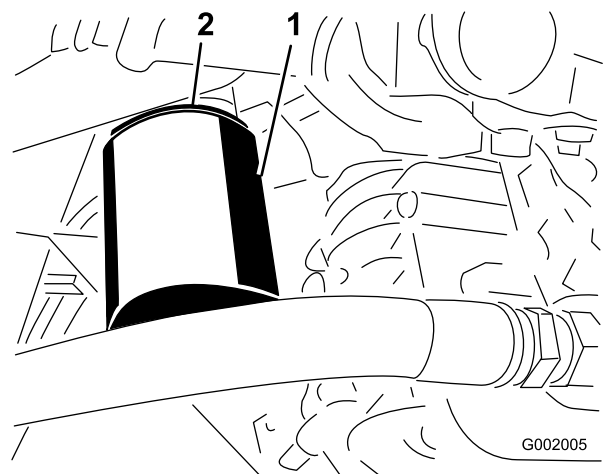

Figura 68
- Retire o filtro (Figura 68).